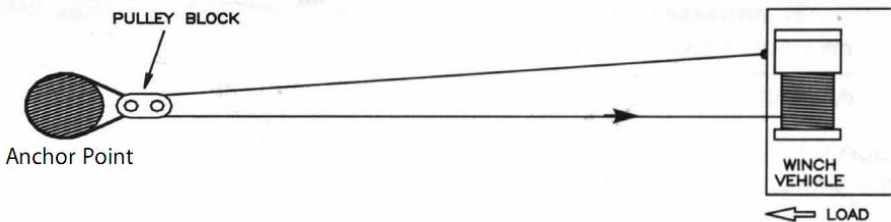

Abbildung 19
14. Abbildung 19 zeigt eine Takelagemethode, mit der ein mechanischer Vorteil erzielt wird. Durch die Verwendung eines Flaschenzugs lässt sich die Zugkraft der Leine fast verdoppeln. (Bitte beachten Sie, dass der Flaschenzug nicht im Lieferumfang enthalten ist.)